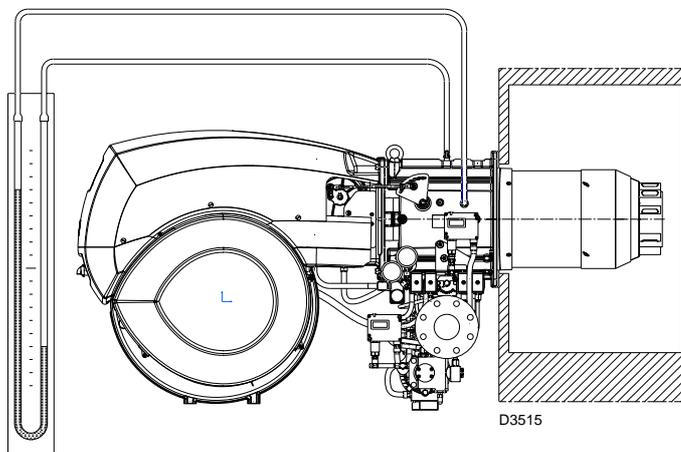

Fig. 30
- Montare un manometro a U o un manometro di tipo differenziale (Fig. 30), con presa (+) sulla pressione del gas del manicotto e (-) in camera di combustione.
L'arrivo del gas al manicotto è evidenziato dal manometro ad U (Fig. 30).